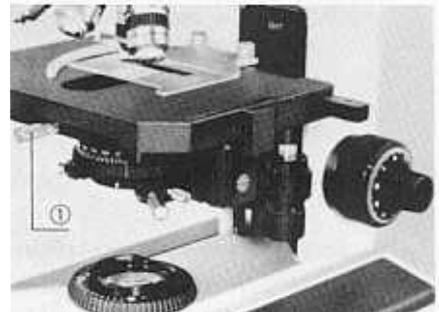

Abb. 9
3) Die tiefliegenden Triebknöpfe des Kreuztisches BH2-SV dienen zur bequemen Verschiebung des Präparates unter dem Objektiv. (Abb.9)
- o Die Klemmschraube (1) am Kreuztisch sollte festgezogen sein (Abb.9). Wird sie gelöst, kann der Kreuztisch gedreht werden. Dieses ist für die Mikrofotografie vorteilhaft um z.B. eine bestimmte Stelle im Objekt formatfüllend zu fotografieren.